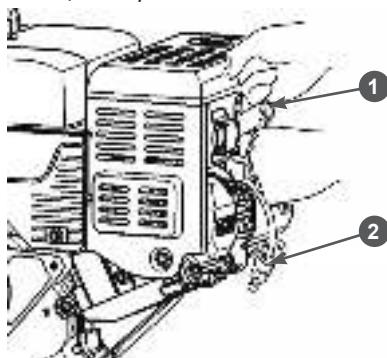

Рис. 41 Обслуживание свечи зажигания
1. Снимите со свечи зажигания колпачок 1 высоковольтного провода и удалите грязь вокруг свечи зажигания (Рис. 41).
- Открутите свечу зажигания свечным ключом2 (Рис. 41).